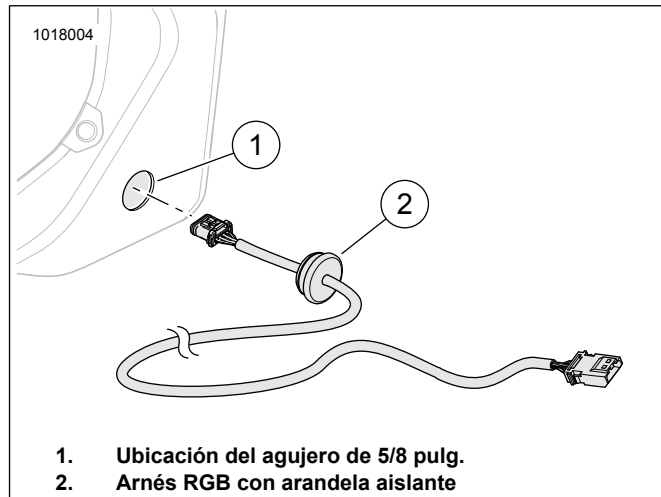

Figura 27. Instalación del arnés RGB
Consulte la Figura 27. Desde el lado interior de la cápsula de altavoz, inserte el extremo macho del arnés con la arandela aislante (2). Presione la arandela aislante dentro del agujero de 16 mm (5/8 pulg.) (1) iniciando primero un borde ahusado de esta hacia el agujero. Correctamente instalado, el exterior de la arandela aislante debe asentarse contra el exterior de la cápsula de altavoz. Presione alrededor del perímetro de la arandela aislante para asentarla en su lugar.